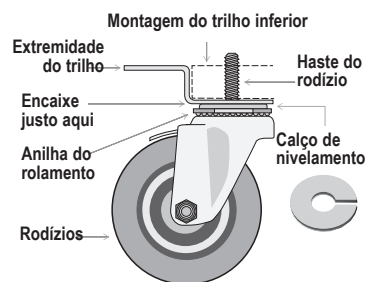

Fig. 7. Diagrama do rodízio.
3. Atarraxe os rodízios no trilho da armação ou no fundo do equipamento. Consulte as Figs. 7 e 8.